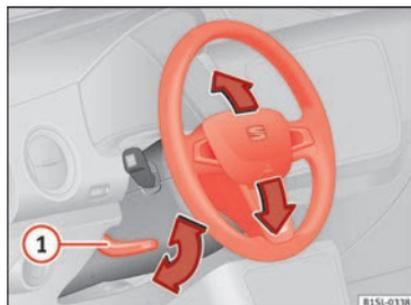

Fig. 17 Ajuste mecânico do volante.
- Mova a alavanca » Fig. 17 ① para baixo.